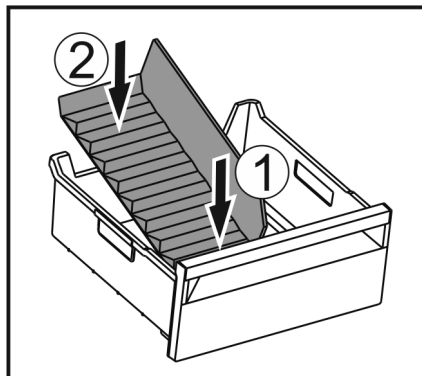

Fig. 139
- Установите переднюю часть разделителя отделения для льда. Fig. 139 (1)
- Опустите заднюю часть разделителя отделения для льда на дно выдвижного ящика. Fig. 139 (2)